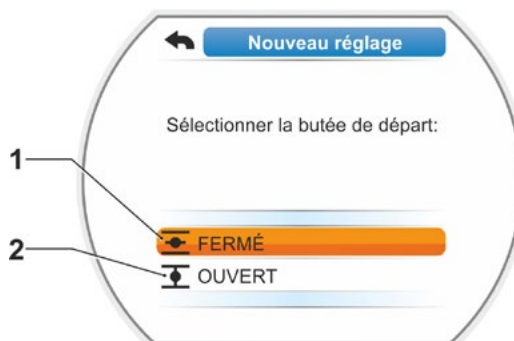

Fig. 5 : sélection de la butée
Un message demandant quelle est la butée (FERMÉ ou OUVERT) à ajuster en premier s'affiche sur le visuel (Fig. 5).
11. Sélectionner la butée à ajuster en premier (la butée OUVERT dans le présent exemple) (Fig. 5, Pos. 1) et confirmer.